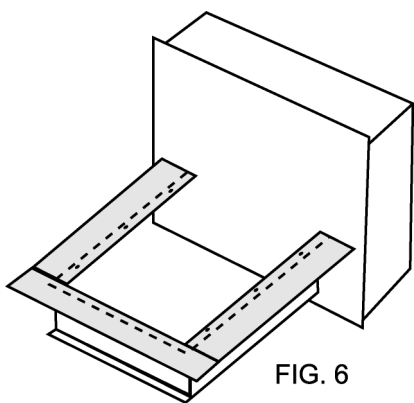

FIG. 6
- Vissez les plaques métalliques aux rebords inférieurs du châssis tel qu'illustré à la figure 6. Coupez les plaques métalliques aux dimensions nécessaires et laissez 1/8" seulement de jeu pour l'insertion du serpentin.